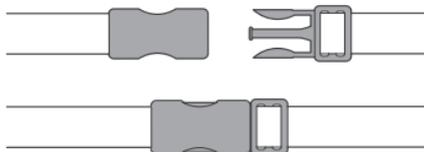

Figura 10. Hebilla de la correa de la barbilla no ajustada y ajustada
2. Inserte la hebilla derecha en la hebilla izquierda (figura 10).